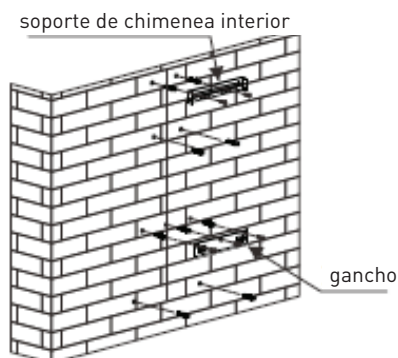

Imagen 2
3. Taladre 9 agujeros en un lugar adecuado una vez se haya fijado la altura de la instalación, y después inserte los tacos en los orificios. Utilice 5 tornillos ST4\*40mm para fijar la campana y el soporte de chimenea interior a la pared. Preste atención a mantener el equilibrio horizontal de los orificios de instalación. Consulte la imagen 2.